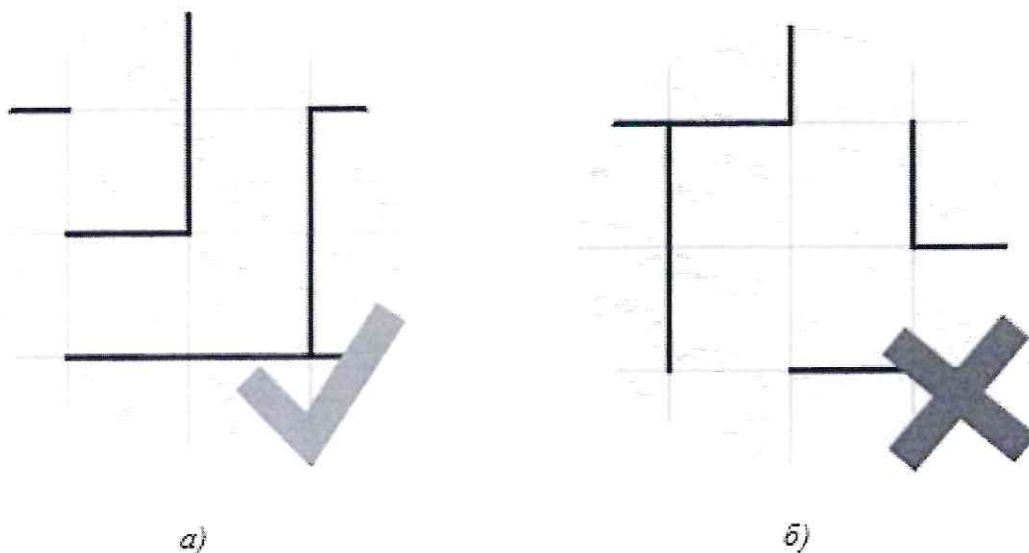

Рисунок 1.
- внутри любого квадрата из четырех ячеек находится хотя бы одна стенка (см. рис. 1).